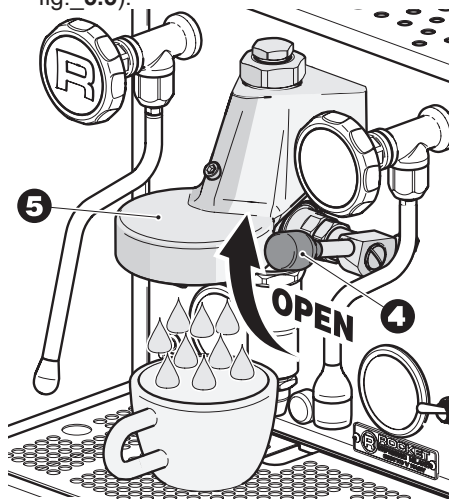

fig. 5.5
- Levantar completamente a alavanca de controlo de distribuição do café (4 - fig. 5.5).